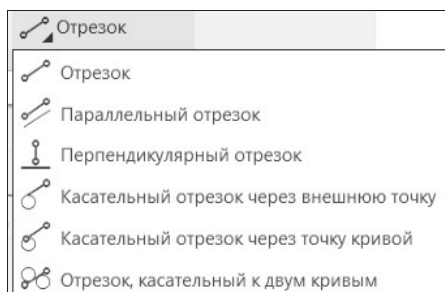

Рис. 5.5. Выпадающая панель кнопки **Отрезок**
- ◆ из панели инструментов **Геометрия** — щелкнув ЛК мыши по черному треугольнику кнопки **Отрезок**  до появления панели с группой команд (рис. 5.5) и выбрав команду из выпадающего списка;